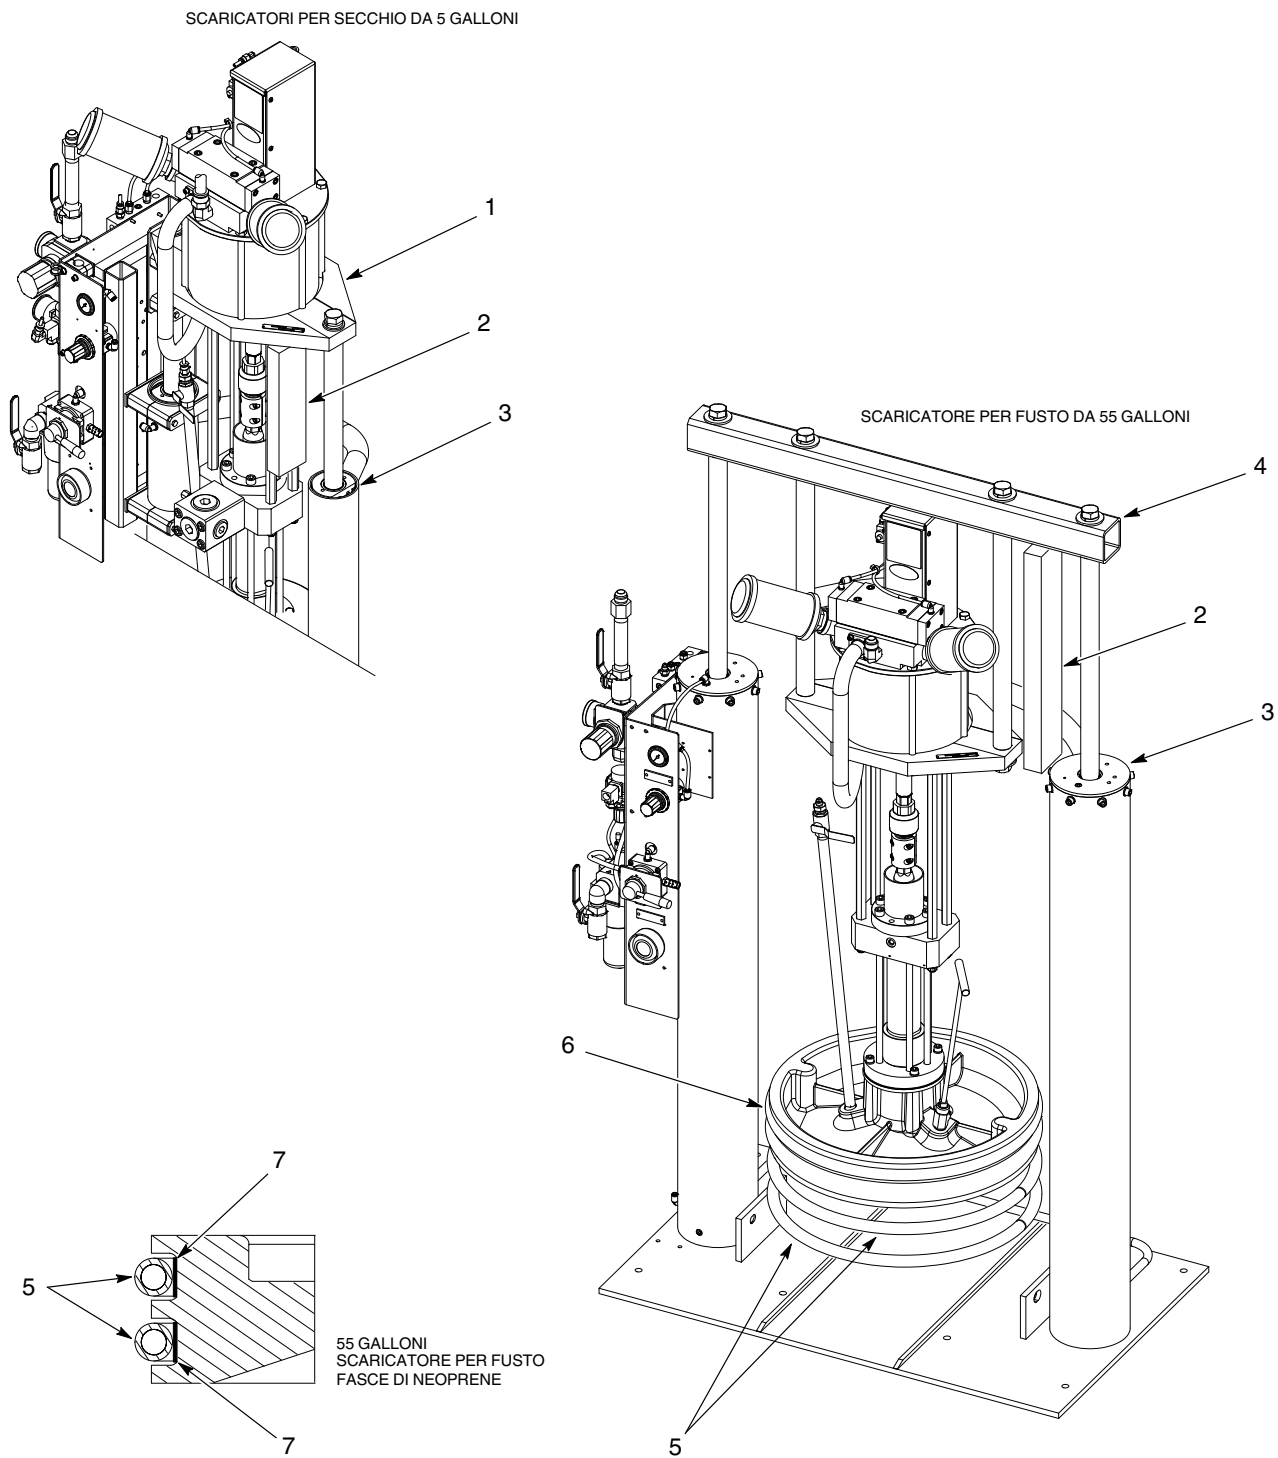

Figura 2 Sostituzione delle guarnizioni
2. Vedi figura 2. Inserire i blocchi di supporto (2):